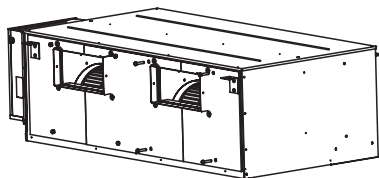

Рис. 12.3
- 4) Удалите 4 винта М8 с передней панели кондиционера. (Рис. 12.3)